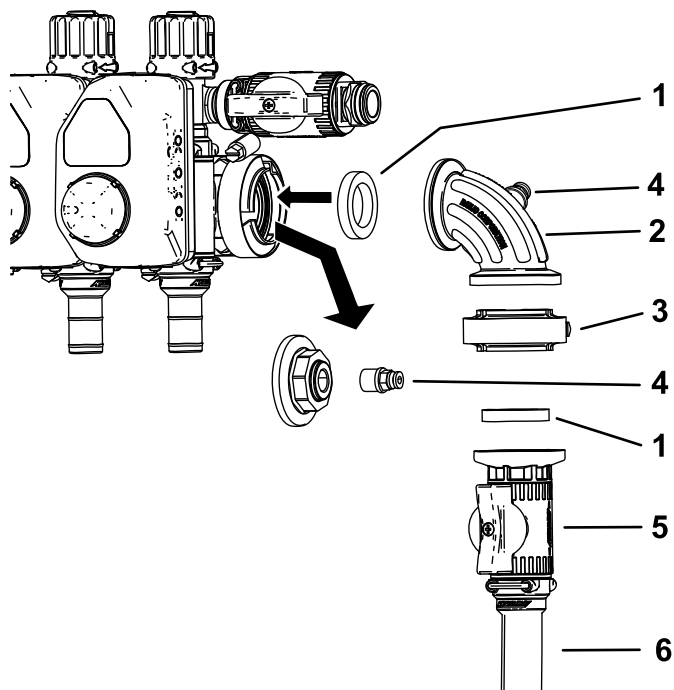

Bild 23
11. Nehmen Sie den Deckel und die Kupplung vom Druckmanometeranschluss ab (Bild 23).
12. Montieren Sie die Regelventilbaugruppe vertikal, wie in Bild 23 abgebildet.
13. Bauen Sie die Kupplung in den offenen Anschluss am 90°-Anschlussstück ein (Bild 23).